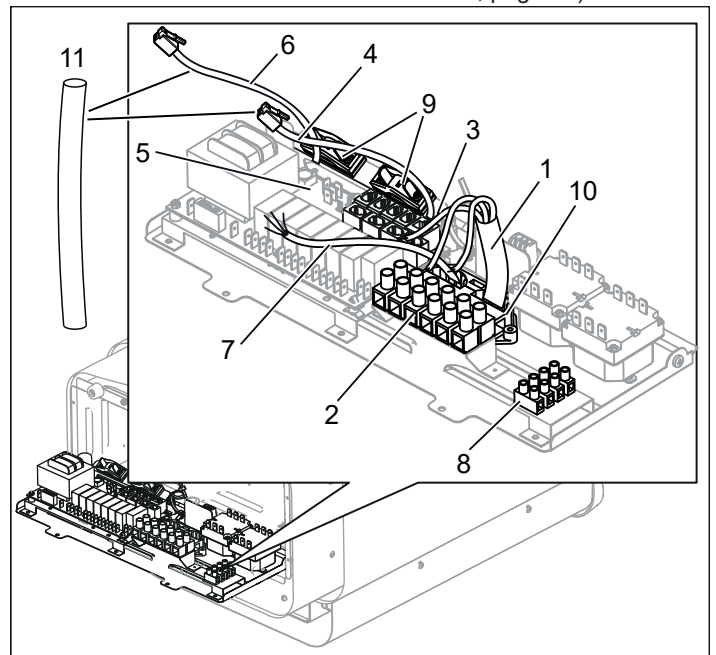

Fig. 11 : Carte électronique
4. Raccorder le câble électrique (1) au bornier (2) (voir Fig. 11), en suivant le schéma de raccordement (voir le paragraphe Schéma de raccordement/branchement, page 26).
5. Acheminer les câbles du panneau de commande et de la sonde de température à travers les passe-câbles (3). Raccorder le câble du panneau de commande (4) à l'un des quatre connecteurs RS485 (pos. 6-9) (voir Fig. 11), en suivant le schéma de raccordement (voir le paragraphe Schéma de raccordement/branchement, page 26 Fig. 19).
7. Raccorder le cas échéant le câble de l'éclairage (7) voir Fig. 11, au bornier (8) en suivant le schéma de raccordement Fig. 19.